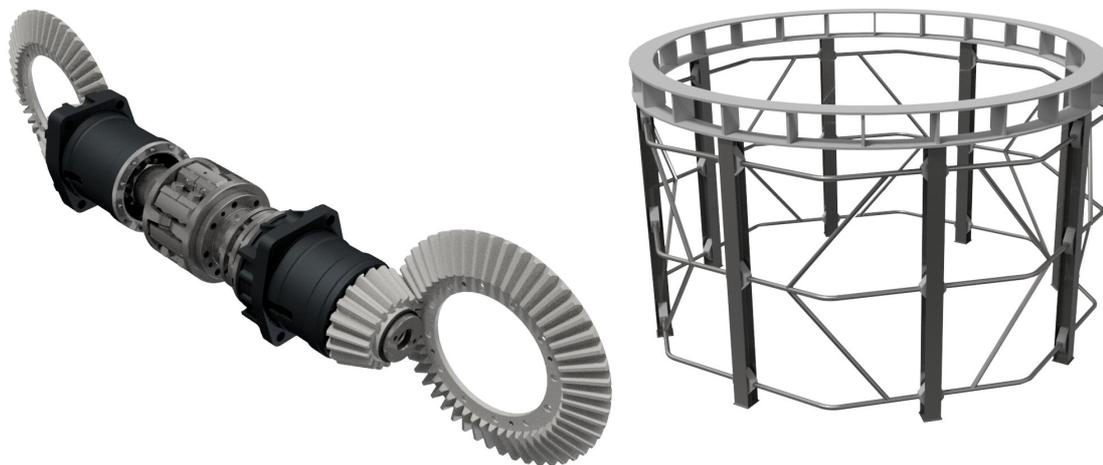

Рис. 1 Пример первого(слева) и второго(справа) модулей
- **Module A:** Mechanical Assemblies and Detail Drawing for Manufacture (Механические сборки и детальные чертежи для производства) (см. Рис. 1)
- **Module B:** Mechanical Fabrication (Механическое производство) (см. Рис. 1)